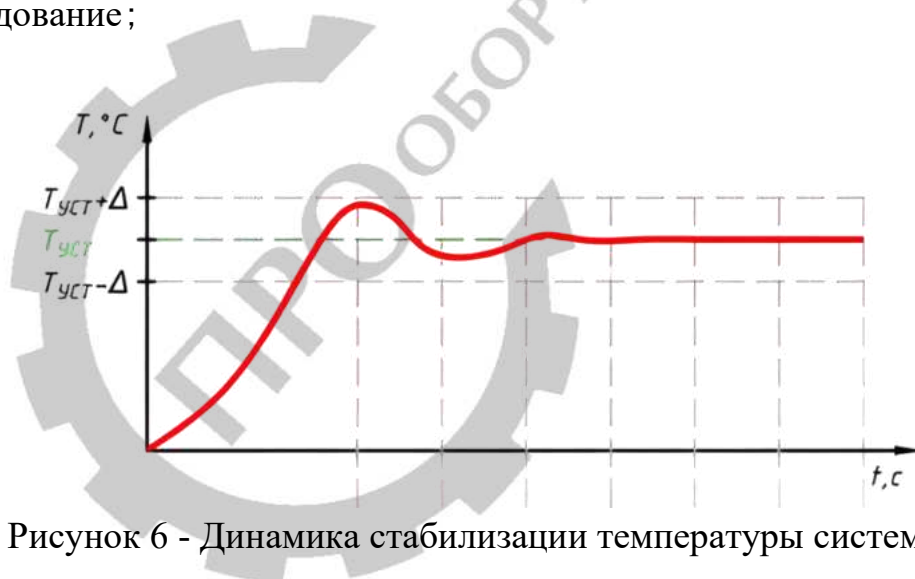

Рисунок 6 - Динамика стабилизации температуры системы
6. При достижении установленной температуры, система переходит в фазу стабилизации, при которой возможны отклонения в пределах ± 5 градусов. Это явление обусловлено динамикой ПИД-регулятора (см. Рисунок 6). После завершения процесса стабилизации температурные отклонения будут находиться в допустимых пределах, указанных в технической документации на оборудование ;